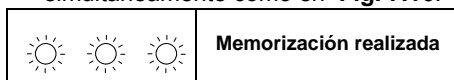

Fig. 7.16 Memorización realizada
- 7 Para memorizar la configuración, pulsar el botón de restablecimiento **c** durante 5 segundos aproximadamente, hasta que los indicadores luminosos de señalación **d** parpadeen simultáneamente como en **Fig. 7.16**.